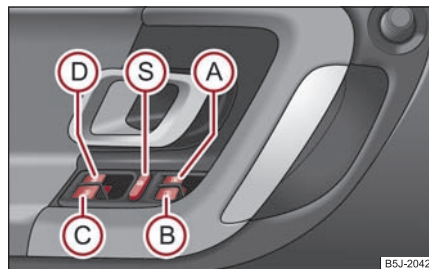

Abb. 43 Tasten in der Fahrertür
Die Tasten für die einzelnen Fenster befinden sich im Bedienteil in der Fahrertür ⇒ Seite 46, Abb. 43, Beifahrertür und in den hinteren Türen*.
Sie können durch Drücken des Sicherheitsschalters  ⇒ Seite 46, Abb. 43 die Tasten der Fensterheber in den hinteren Türen außer Funktion setzen. Durch wiederholtes Drücken des Sicherheitsschalters  sind die Tasten der Fensterheber in den hinteren Türen wieder in Funktion.
- Werden auf den Rücksitzen Kinder befördert, wird empfohlen, die elektrischen Fensterheber der hinteren Türen außer Funktion zu setzen (Sicherheitsschalter)  ⇒ Seite 46, Abb. 43.